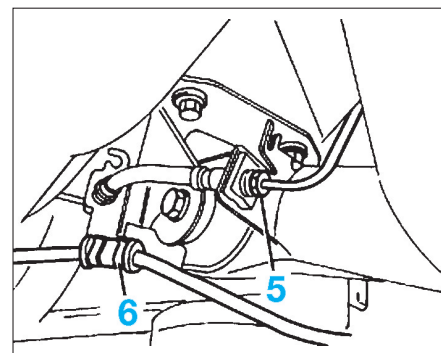

FIG. 31
- Détacher le tuyau d'huile des freins AR (5) (Fig.31).
- Libérer les câbles de frein à main (6).
- Détacher la conduite d'huile des freins AR (5) (Fig.31).
- Libérer les câbles de frein à main (6) (Fig.31).